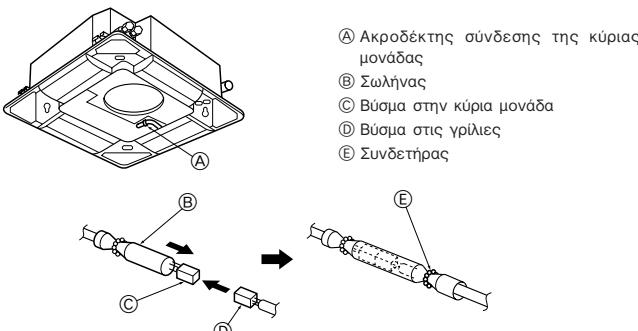

Fig. 5-8
5.4.4. Σύνδεση καλωδίων (Fig. 5-8)